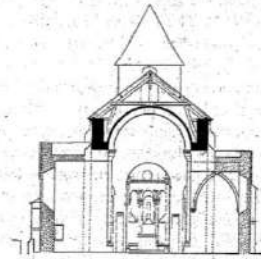

FIG II-16 - COUPE TRANSVERSALE DE LA NEF
Comme nous l'avons vu, dès le XIII^e siècle une chapelle formant retour de transept (avec voûte transversale) fut percée dans la dernière travée orientale de la nef. Cette chapelle sans ornement fut percée d'une large fenêtre au XIX^e siècle. En vis à vis de cette chapelle, fut créée, sans doute au XVI^e siècle, une chapelle sur croisée d'ogive armoriée, qui reçoit une fondation de la famille Jory. Cette chapelle est particulièrement remarquable par la présence dans la voûte de poteries acoustiques. Peu de temps après, on dut abattre l'absidiole sud pour la remplacer par une chapelle assez vaste ornée intérieurement de niches gothiques. Cette absidiole fera office de sacristie dès le XIX^e siècle. Au moment des guerres de religion, la tradition rapporte que des troupes calvinistes se seraient acharnées sur Canac après s'être heurtées aux défenses de Campagnac. Ce pourrait être l'explication de la disparition des voûtes de nef. Au XIX^e siècle, la nef était encore couverte au niveau des chapiteaux d'une lourde charpente supportant une couverture de lauzes calcaires cachée par un lambris servant de plafond. Des XVII^e et XVIII^e siècles ne subsistent que quelques épaves de mobilier. La Révolution marque une période d'abandon. L'entretien des couvertures n'est plus assuré régulièrement. Le conseil de fabrique et le curé réclameront des mesures urgentes de sauvegarde et de restauration. En 1888 (Figure II-16) l'état des couvertures de la nef est tel qu'on craint pour la sécurité des fidèles. L'architecte Henri Pons étudie un projet de restauration comprenant (I) la "restitution" de la façade occidentale, (II) la dépose des charpentes et couvertures de la nef, (III) le rétablissement des chapiteaux et arcs doubleaux de la nef, (IV) l'exhaussement des murs gouttereaux permettant la création de la voûte en brique, (v) la création d'une nouvelle charpente avec couverture en ardoise sur comble⁷⁶. A ce programme, s'ajoute une restauration intérieure comprenant la création de nouvelles ouvertures, l'élargissement de la plupart des baies existantes... Vers 1922, d'autres travaux seront entrepris : plâtrerie et autel de marbre dans le chœur, chemisages en brique, fermeture de la sacristie et du narthex, nivellement des sols et cimentage⁷⁷. L'humidité du site